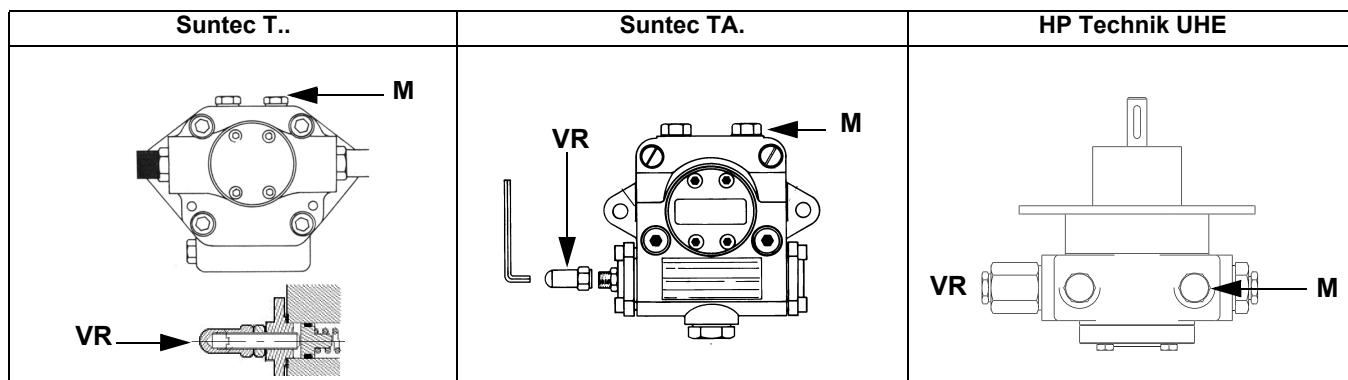
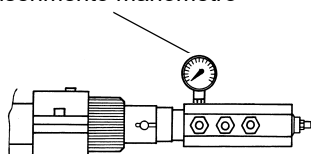

Fig. 6
Fig. 7
- 3 sfiatare l'aria dall'attacco (**M**) manometro della pompa (Fig. 6), allentando leggermente il tappo, senza toglierlo; quindi rilasciare il contattore.
- 5 Solo se necessario, regolare la pressione di alimentazione (vedi relativo paragrafo) nel modo seguente: inserire un manometro nella posizione indicata in Fig. 7 agire sulla vite di regolazione **VR** della pompa (vedi Fig. 6) fino ad ottenere una pressione all'ugello pari a 20 bar (ugelli Monarch o ugelli Bergonzo - vedere grafici a pag. 40);
4. VD può essere montato ruotato di 180°, fig. 7.